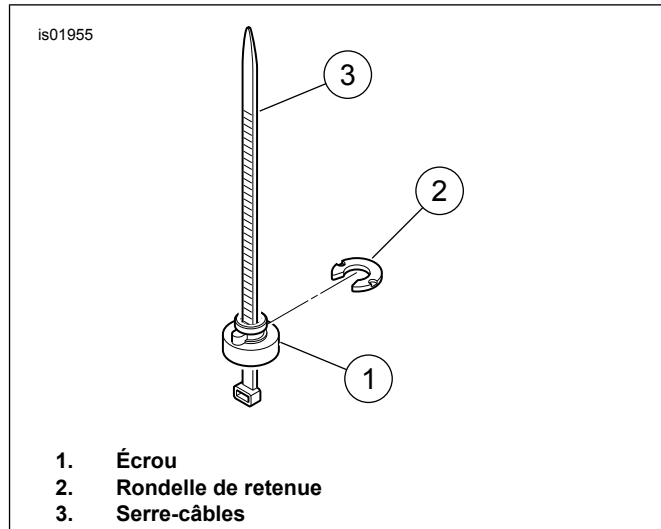

Figure 3. Écrou de retenue, rondelle et serre-câbles
4. Voir Figure 3. Un serre-câbles (3) peut être utilisé comme outil de pose.
- a. Placer l'écrou de retenue (1) sur le serre-câbles pour que l'extrémité large de l'écrou repose sur l'œil du serre-câbles.
- d. Placer l'écrou de retenue dans le trou de garde-boue. Glisser la rondelle de retenue (2) en place depuis l'arrière. L'écrou de retenue est maintenant verrouillé en position.